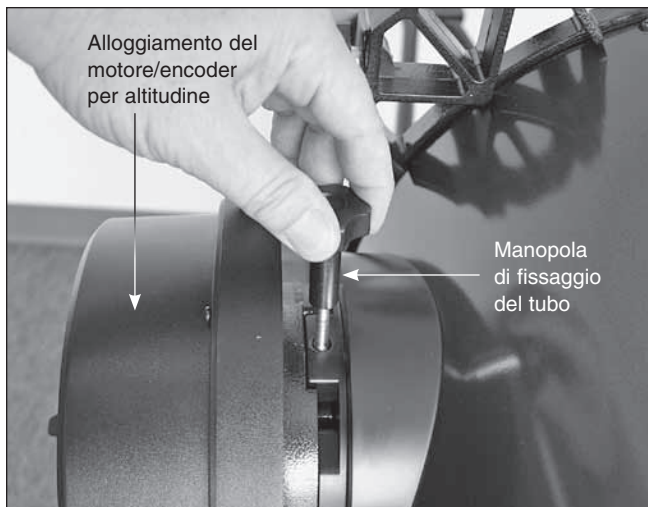

Figura 19. Fissare il tubo alla base con la manopola di fissaggio del tubo.
3. Inserire e serrare l'apposita manopola per fissare il tubo (**Figura 19**).